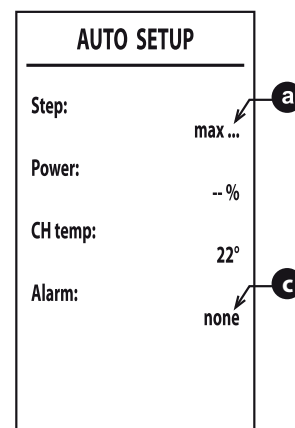

Abb. 44 -
6. Nach der Zündung positioniert sich der Brenner auf die verschiedenen, durch den Punkt ("Abb. 44 -") angegebenen Leistungen (max, med, min).
8. Wenn die in Punkt "6" beschriebene Einschaltsequenz nicht erfolgreich war, erscheint max_err in Punkt und ein Fehlercode in Punkt ("Abb. 44 -").